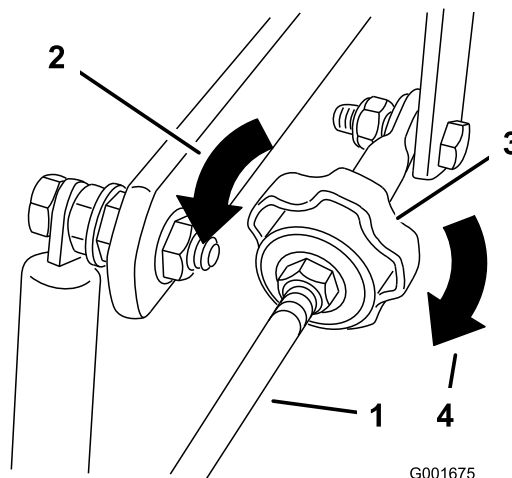

Figure 45
- Pour que la machine tire à droite, tournez le bouton vers la droite de la machine (voir Figure 45).
- Pour que la machine tire à gauche, tournez le bouton vers la gauche de la machine (voir Figure 45).